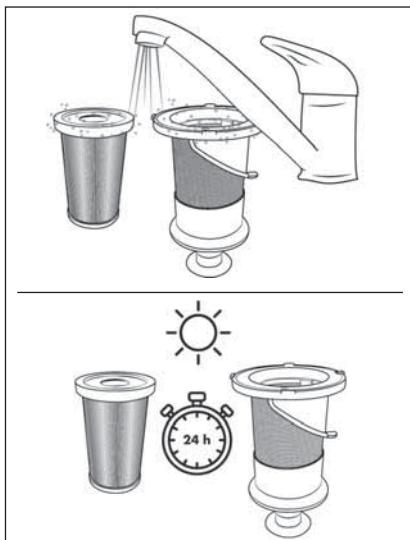

Fig. 20
- 5) Lavare il filtro HEPA ④ e il filtro in acciaio inox ⑤ con acqua fredda o tiepida. Lasciare asciugare completamente all'aria il filtro HEPA ④ e il filtro in acciaio inox ⑤ prima di inserirli nuovamente nel contenitore di raccolta della polvere ⑥ (vedere fig. 20).
- Durante la pulizia del filtro in acciaio inox, ⑤ fare attenzione che il supporto in gomma sull'apertura inferiore non vada perso.